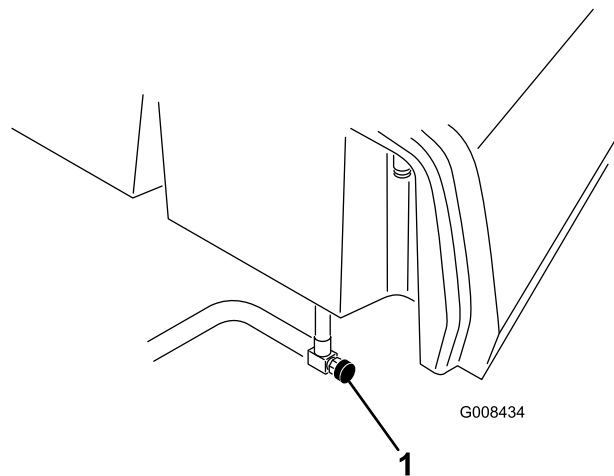

図 40
1. 長期間保管する場合には燃料バルブ **図 40** を閉じておく。